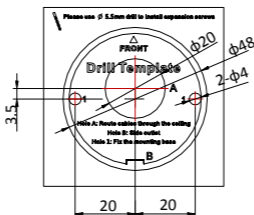

图3-1 安装贴纸
**步骤 1** 将安装贴纸贴在墙面上，按照贴纸上的印刷孔位将孔打好（如果从墙面穿线，需要在墙面上开出线孔），如图 3-1 所示。